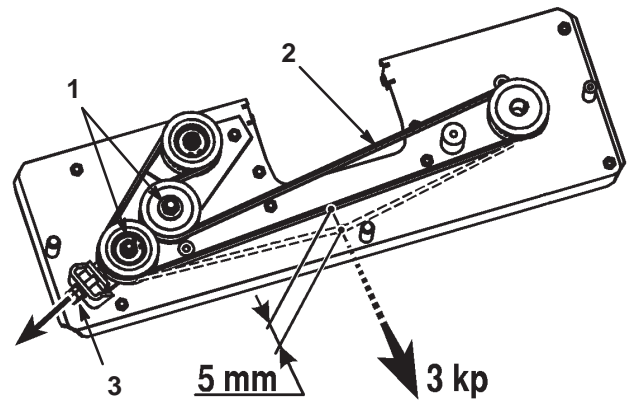

Figure 43
4. Desserrez les deux écrous hex. sur la poulie de tension (Fig. 43).
5. Réglez l'écrou M10 jusqu'à ce que la courroie présente une flèche de 5 mm quand elle est soumise à une force de 3 kp (Fig. 43).